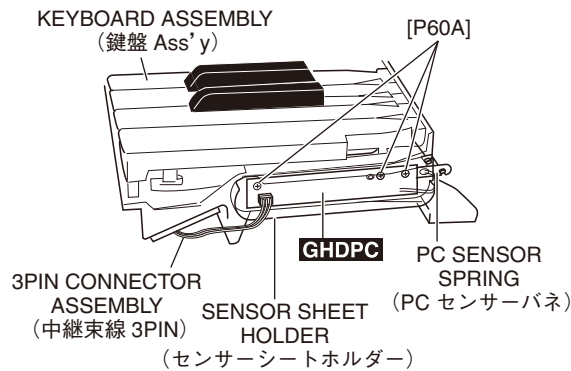

Fig. 20 (図 20)
21-2-5.Remove the 3PIN connector assembly from the GHDPC circuit board. (Fig. 20)
21-2-6.Remove the three (3) screws marked [P60A]. The GHDPC circuit board and the PC sensor spring can then be removed. (Fig. 20)
* **When removing the PC sensor spring and GHDPC circuit board, hold the notch portion of the sensor sheet holder. (Fig. 20)**
21-2-5. GHDPC シートから中継束線 3PIN を外します。(図 20)
21-2-6. [P60A] のネジ 3 本を外して、GHDPC シートと PC センサーバネを外します。(図 20)
※ PC センサーバネと GHDPC シートを外す時は、センサーシートホルダーの切り欠き部分を持ってください。(図 20)
- 21-3-3. Connect the 3PIN connector assembly to the GHDPC circuit board. (Fig. 20)
- 21-3-3. 中継束線 3PIN を GHDPC シートに接続します。(図 20)